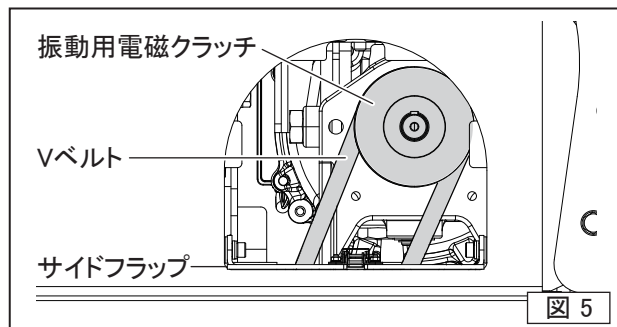

図 5
- サイドカバーフラップを開けて、Vベルトのゆるみを点検します。張りが弱いと振動が弱くなったり、ベルトが破損しやすくなります。(図5)